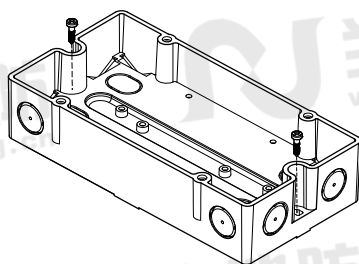

图 4
- 使用两颗螺钉 (M4) 将其固定在平整表面 (图 4)。安装孔距离: $182.0 \pm 1.0\text{mm}$ 。